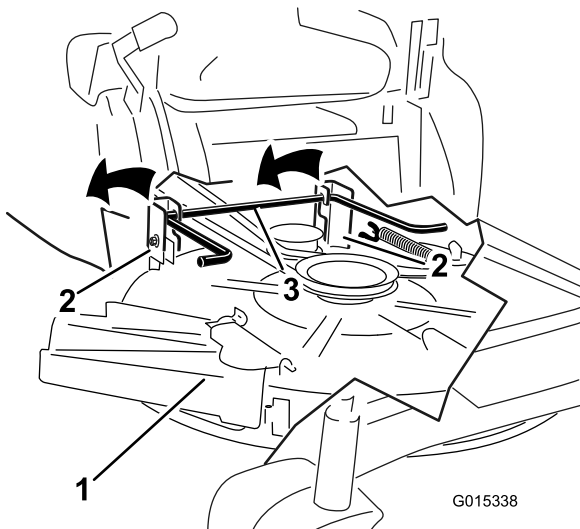

Bild 55
5. Heben Sie das Mähwerk und die Hängeprofile über die hintere Hubstange und senken Sie das Mähwerk vorsichtig auf den Boden ab (Bild 55).
- Heben Sie das Heck des Mähwerks an und führen Sie die Hängeprofile über die hintere Hubstange (Bild 55).